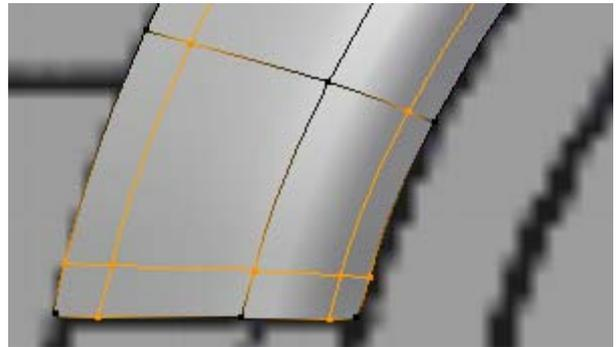

Figura 4.120
2. Repita o procedimento 1 para cada um dos contornos, figura 4.120.